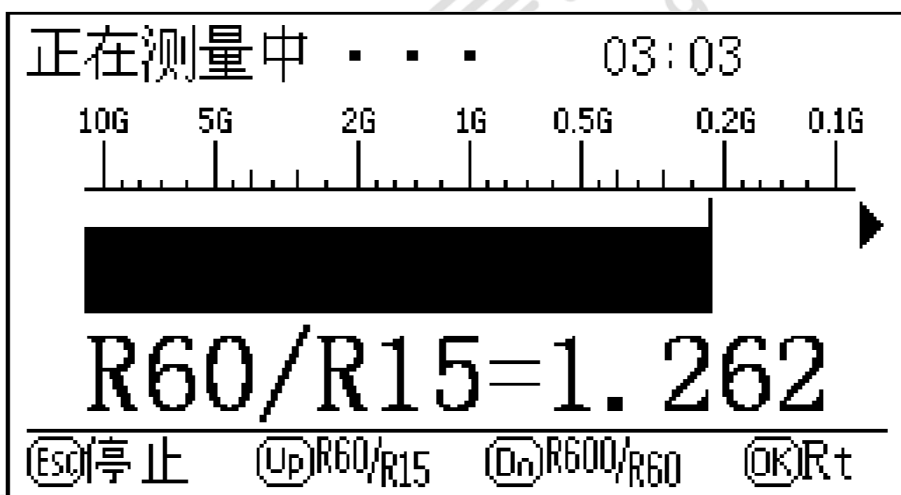
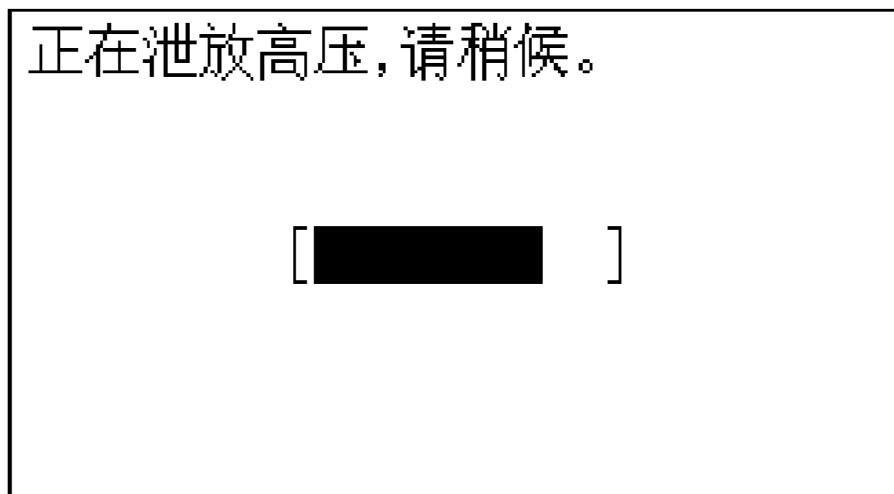
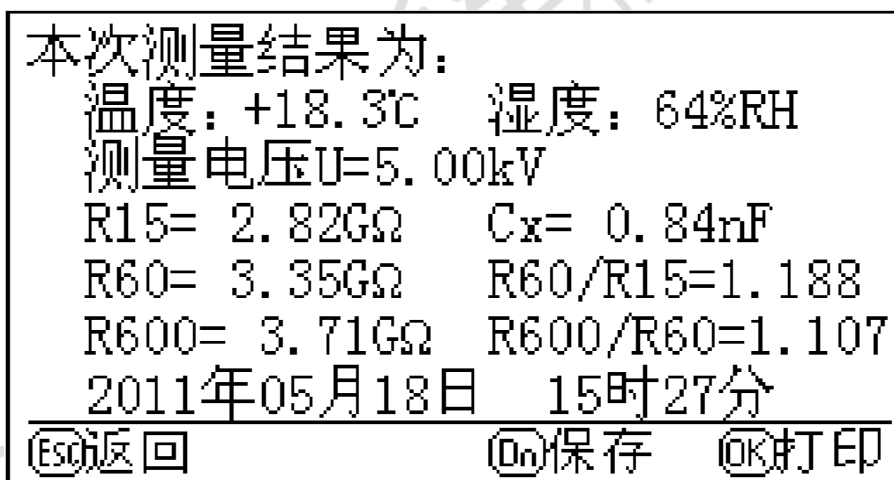

图 12
图 13
图 14
按 UP 键，将依次显示 R15，R60，R60/R15，如图 12；按下 DOWN 键，将依次显示 R60，R600，R600/R60。
高电压，出现高压泄放提示界面，如图 13。待电压泄放完毕后，出现本次测量的结果界面，如图 14 所示。可将其打印、存储。
4.5 在图 12 或在图 14 界面下按 OK 键，若打印机此时处于在线状态，则出现图 18 所示界面，开始打印。